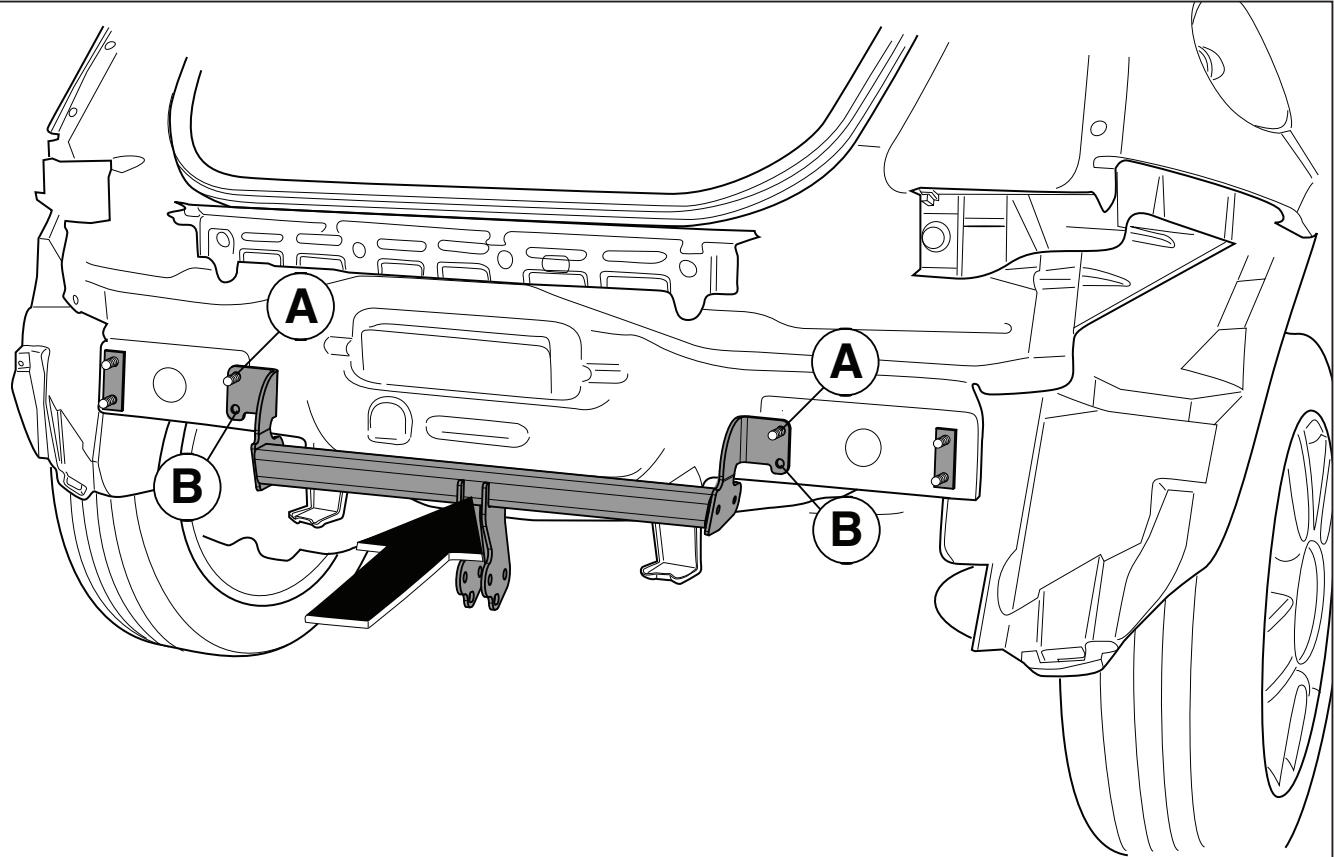

Fig.3
- Установить буксирный крюк в точках А и В, вместе с наполняющими пластинаами. (См. рисунок 3).